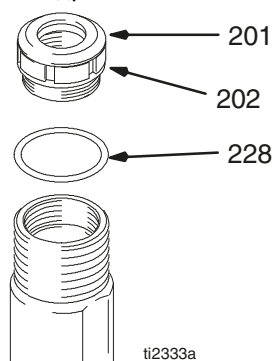

Рис. 13
Рис. 13. Установите уплотнение (201) в гайку уплотнения (202). Установите регулировочную шайбу горловины (228) на гайку уплотнения. Свободно установите гайку уплотнения в цилиндр.